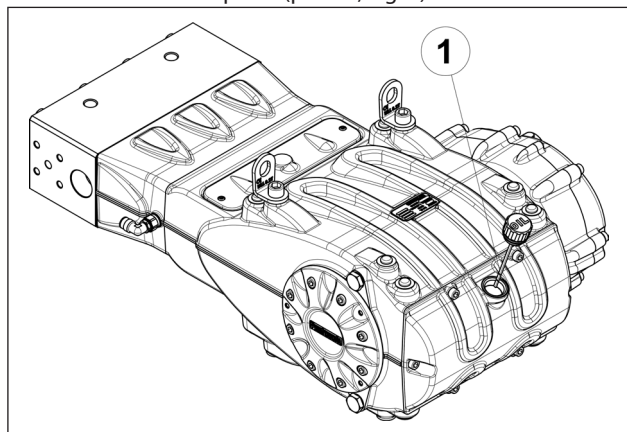

Fig. 9
5. O óleo no cárter da bomba esteja no nível, verificando-o com a vareta adequada (pos. ①, Fig. 9).